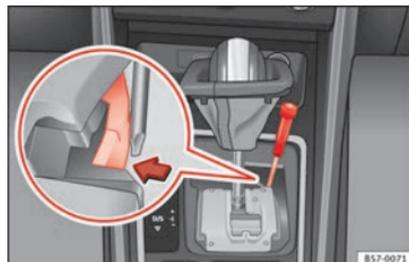

Fig. 54 Levier sélecteur : déverrouillage d'urgence de la position de parking.
- Avec un tournevis, appuyez latéralement sur la languette jaune de déverrouillage et maintenez la pression » » **fig. 54** .